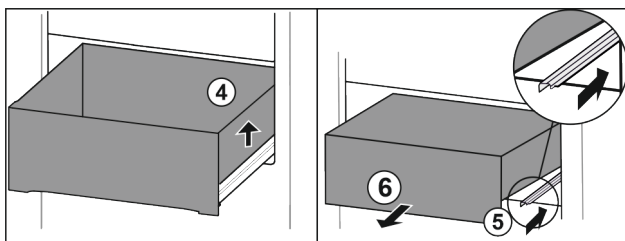

Fig. 24
- ▶ Повдигнете чекмеджето отдясно. Fig. 24 (4)
- ▶ Вкарайте дясната релса. Fig. 24 (5)
- ▶ Извадете чекмеджето напред. Fig. 24 (6)